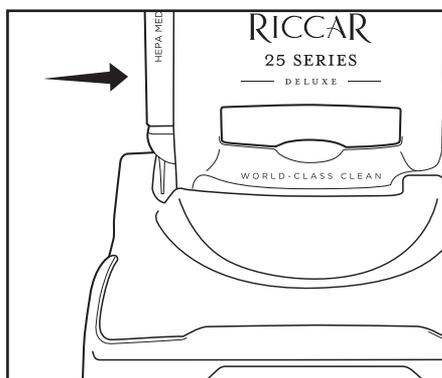

Fig. 1
- El filtro posterior se encuentra a un costado de la aspiradora (Fig. 1).